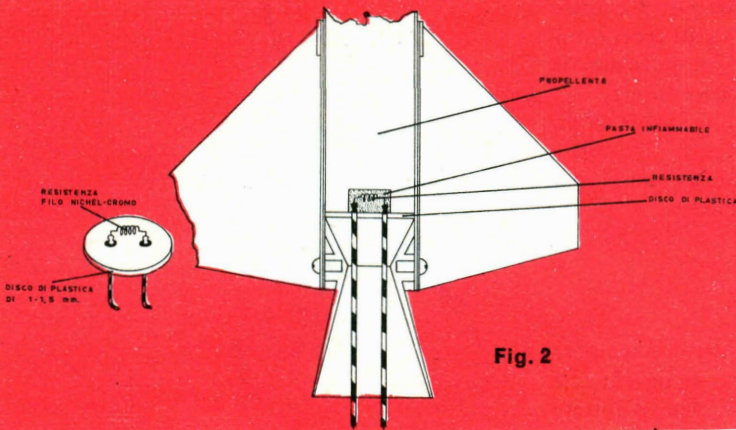

Fig. 2
a) **Un Accenditore:** (o ignitore o capsula di accensione) il quale va inserito nella camera di combustione o nell'ugello, o sul tappo motore a seconda dei vari tipi (vedi fig. 2,3,4)
L'accenditore potrà essere realizzato in maniere differenti, di cui una è mostrata in fig. 2: tale accenditore va posto nella sezione d'entrata dell'ugello ed ha quindi lo stesso diametro della camera di combustione, l'apparato è costituito da un dischetto di plastica non molto dura, dello spessore variante tra 1,0 mm. e 1,5 mm., portante una resistenza costituita da tre o quattro spire di filo di nichel-cromo, i cui estremi saranno saldati a due fili che usciranno poi dall'ugello per raggiungere la scatola di accensione.